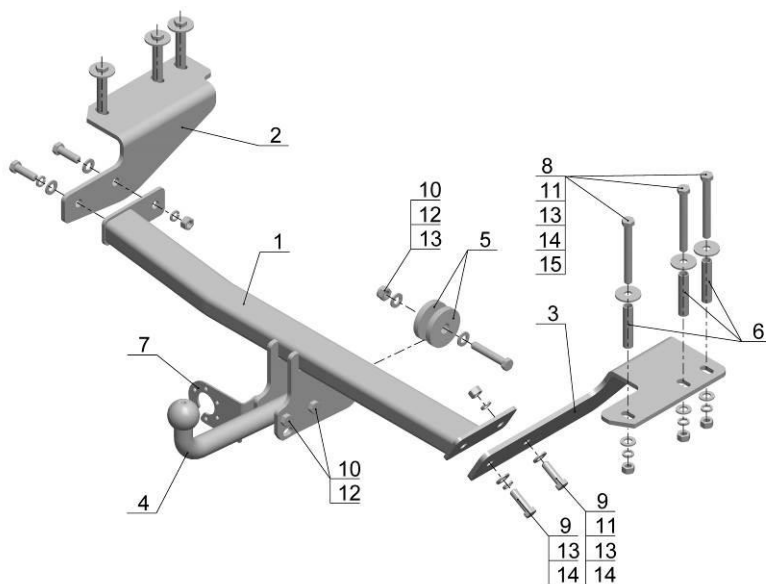

Рис.1.
- Установить ТСУ (рис.1) на автомобиль, зафиксировать его с помощью крепежных элементов (поз.9,11,13,14);